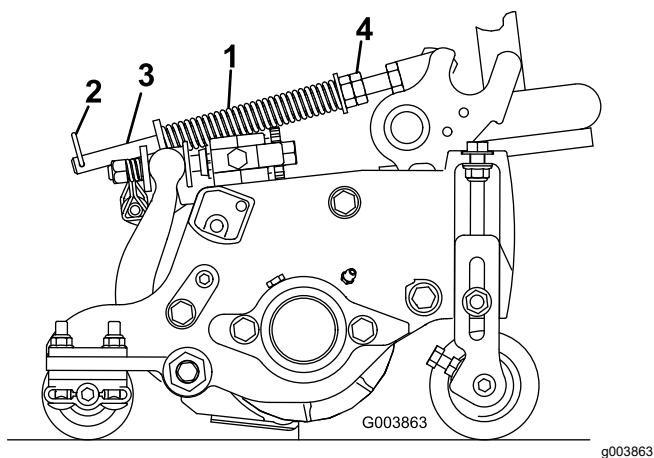

Рисунок 48
Пружина компенсации состояния грунта (Рисунок 48) переносит вес с переднего на задний валик. Это препятствует образованию на грунте волнообразных неровностей (так называемых «волн» или «трясок»).
- Убедитесь, что игольчатый шплинт вставлен в заднее отверстие штока пружины (Рисунок 48).
- Затяните шестигранные гайки на переднем конце штока пружины так, чтобы длина сжатой пружины была равна 15,9 см; см. Рисунок 48.